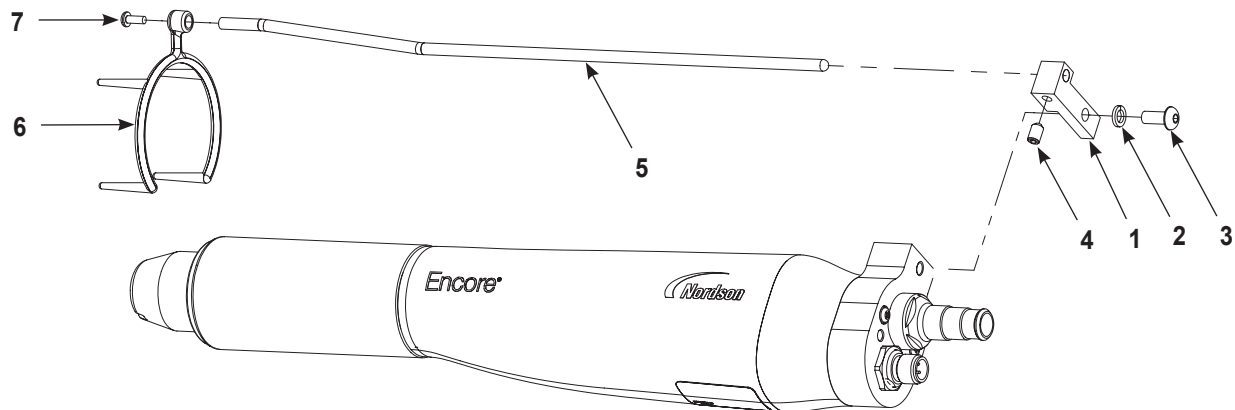

Abbildung 6 Installation des Ionensammlers – die Abbildung zeigt eine Flachsprühdüse
1. Siehe Abbildung 6. Die Halterung (1) mit M5 Unterlegscheibe und Schraube (2, 3) am Applikator installieren.
2. Den Sammelstab (5) in die Halterung einstecken und mit der M5 x 8 Halteschraube (4) aus dem Ionensammlersatz befestigen.
3. Die Mehrfachspitze (6) auf die Düsenmutter schieben und mit der M3-Schraube (7) am Sammelstab befestigen.